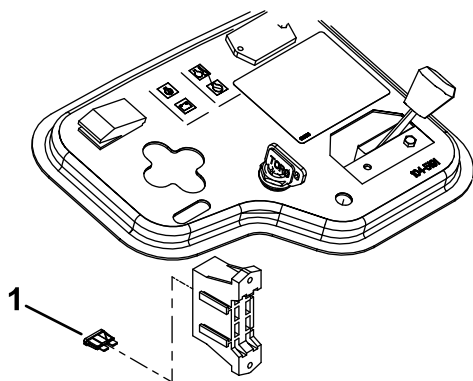

Figura 7
9. Installate il fusibile da 10 A nel ricettacolo libero nel portafusibili (Figura 7).